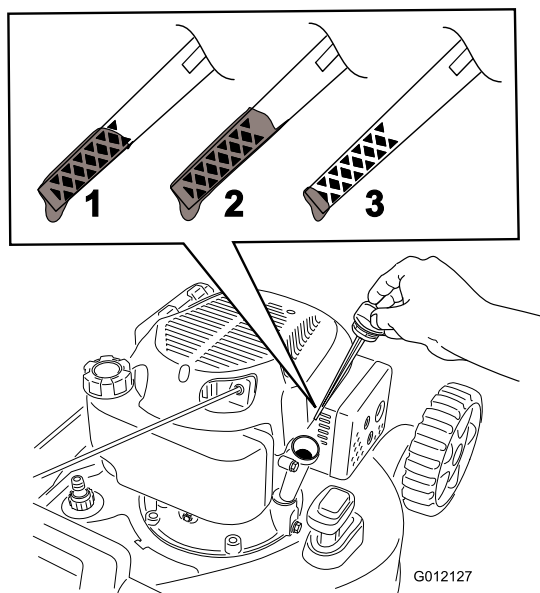

Figure 5
2. Retirez la jauge (Figure 5).
d'huile sur la jauge, en l'essuyant sur un chiffon propre et en l'insérant dans l'orifice, **mais sans visser** le bouchon (Figure 5).
Remarque: Versez de l'huile dans le carter moteur jusqu'à ce que la jauge indique le niveau correct, comme illustré à la Figure 5. Si vous remplissez excessivement le carter moteur, vidangez l'excédent d'huile comme expliqué à la section Vidange et remplacement de l'huile moteur.